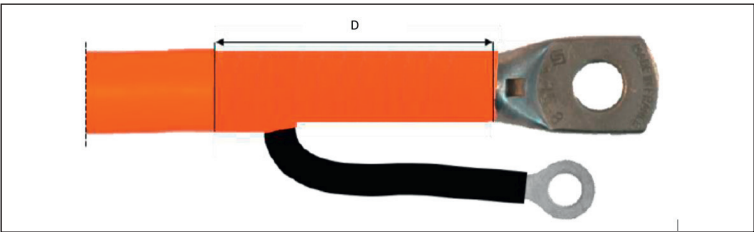

Abb. 7-18:Einadrige HV-Leitung: abgemantelter Bereich (D)
☞ Den abgemantelten Bereich auf der HV-Leitung (Abb. 7-18, D) mit Isolierband doppelt umwickeln.
| Abb. 7-18: Einadrige HV-Leitung: abgemantelter Bereich (D) . . . . .                     | 42 |